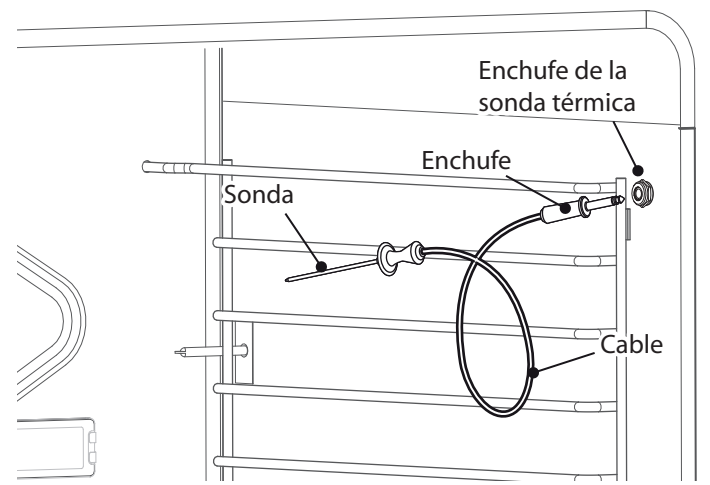

Figura 26: Sonda térmica
1. En la hornilla principal, o en la hornilla secundaria con algunos modelos, localice de la sonda (*Figura 26*).